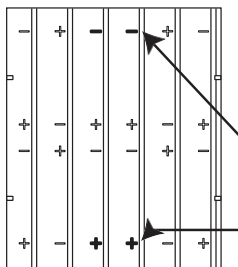

図18. 極性
2. (12)AA 1.5V電池を交換します。極性を観察します(図18)。